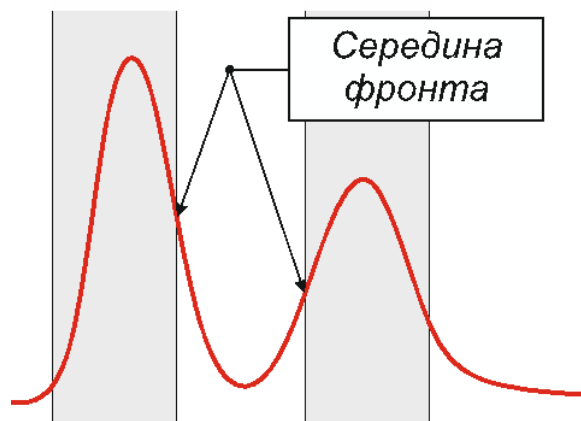

Рис. 1
- 1) для близко расположенных пиков – середина фронта (рис. 1);